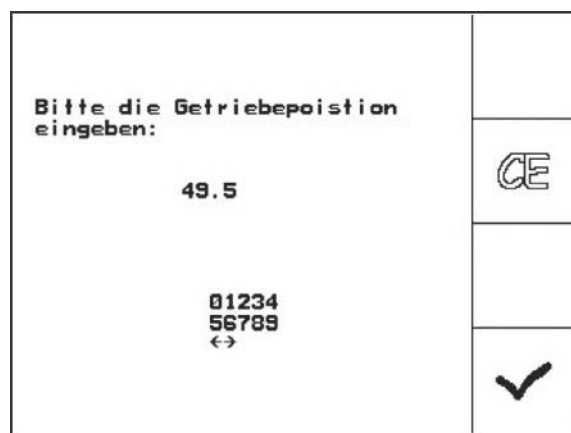

Fig. 83
4.  confirmar los ajustes y el valor de la escala que se muestra en la escala de la palanca de la transmisión e introducirlo en la ventana del menú que se abre (Fig. 83).